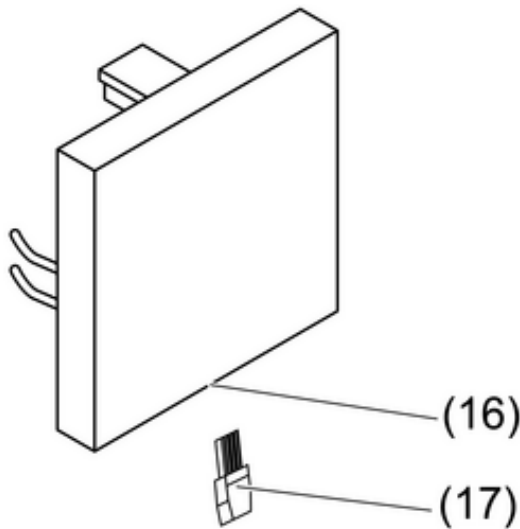

Figure 9: Capteur solaire sur la garniture
Le câble de capteur peut être installé de trois manières différentes. Pose encastrée (figure 7), pose en saillie (figure 8) et, avec les garnitures correspondantes, branchement du câble de capteur sur la garniture (figure 9).
- Insérer la fiche (17) dans la douille du mécanisme (16) (figure 9).